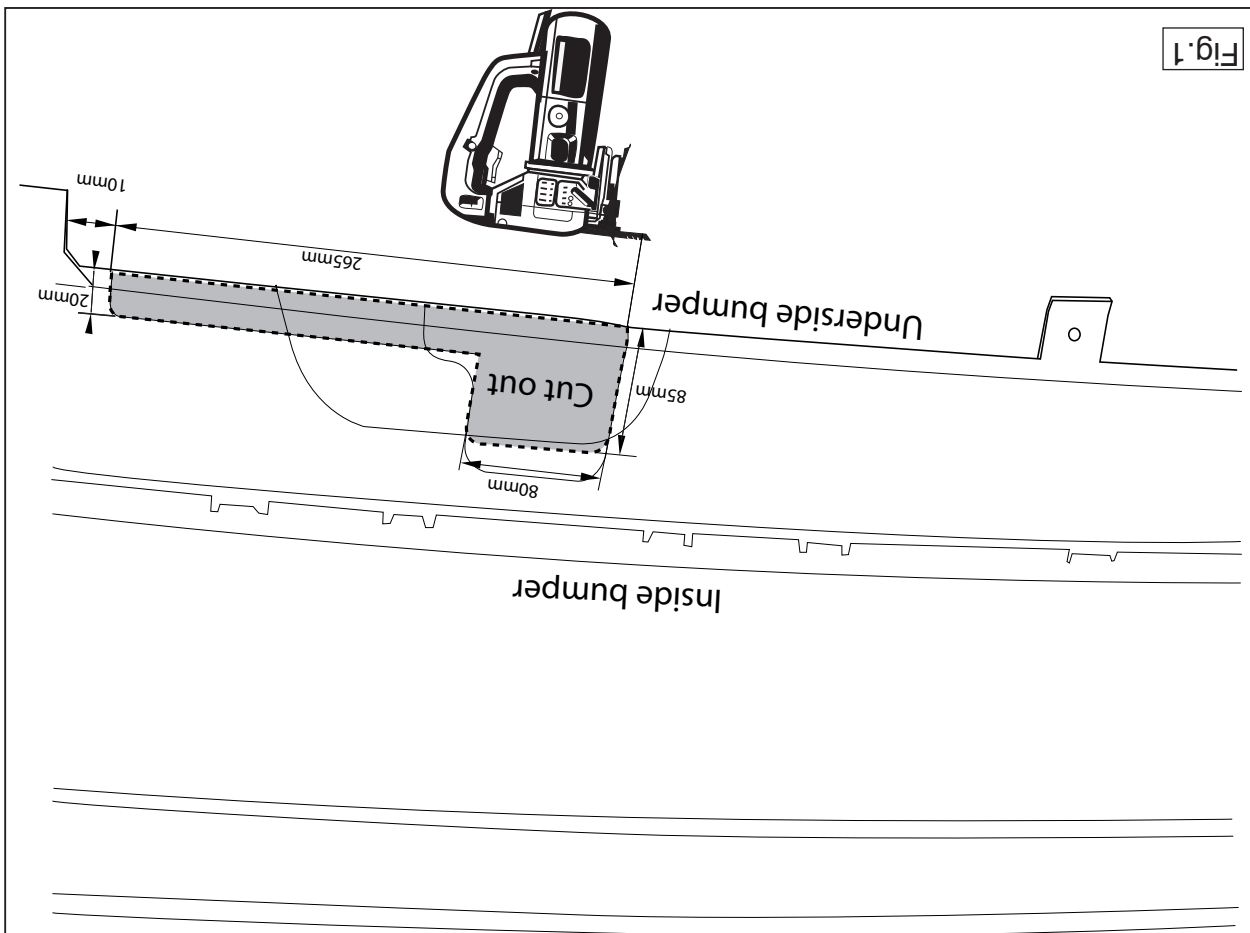

Fig.1
- 3 Remove the anti-rumble material where the backplates are in contact shown in fig 1.
- 2 Saw a section out of the middle of the underside of the bumper as shown in fig 1.
- Abbildung 1 herausschneiden.
- 2 Auf der Unterseite der Stoßstange einen Teil aus der Mitte gemäß Abbildung 1 herausschneiden.